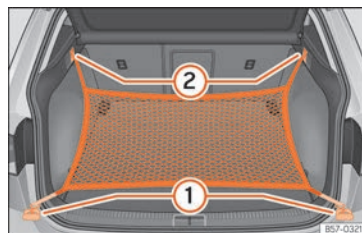

Abb. 179 Im Gepäckraum: Ösen ① und Haken ② zum Einhängen des Gepäckraumnetzes.
- Hängen Sie die kurzen Haken des Netzes in die Verzurrösen »» **Abb. 179** ① »» ⚠ ein. Der Reißverschluss des Gepäckraumnetzes muss dabei nach oben zeigen.
- Befestigen Sie die Spanngurte in den Taschenhaken ②.